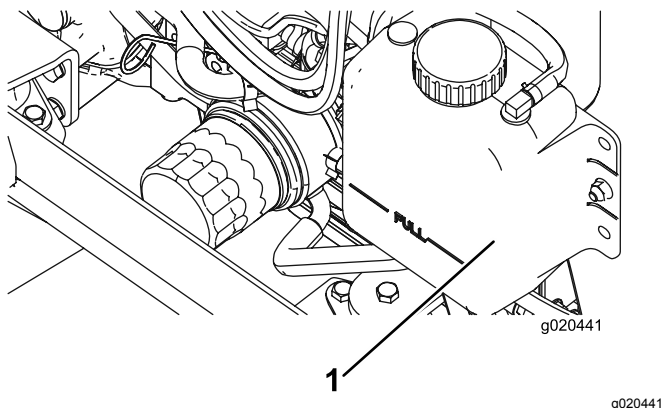

Figure 71
1. Retirez le bouchon du radiateur et le bouchon du vase d'expansion avec précaution (Figure 71).